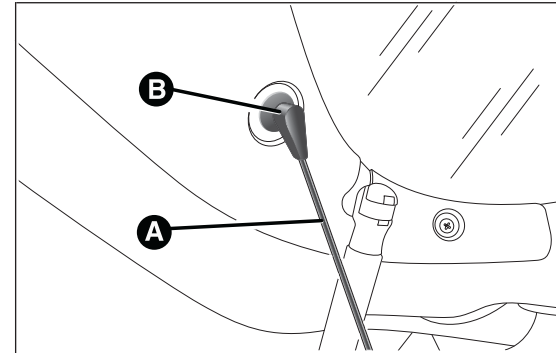

fig. 53
- liberare le estremità dei due tiranti A fig. 53 di sostegno della cappelliera sfilando gli occhielli B dai perni di sostegno;